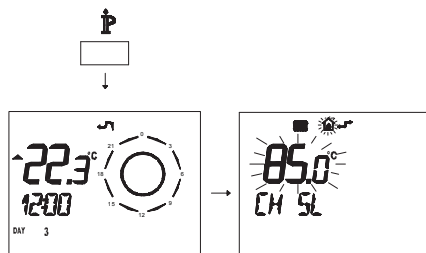

Figura 5.47
- Premere per più di 3 secondi il pulsante \mathbb{P} para per entrare in modalità *INFO* (Figura 5.47).